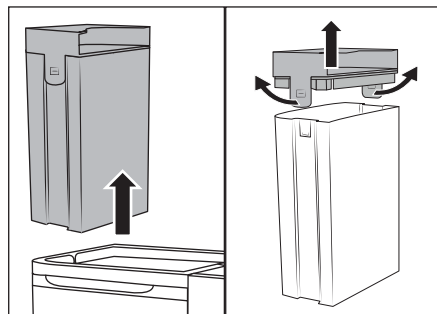

Rys. 4
- ♦ Wyciągnij uchwyt węża 15 z urządzenia. Ułóż wąż natryskowy/ssący 19 wokół urządzenia, używając przy tym uchwytów węża 15/16 (patrz rys. 4).